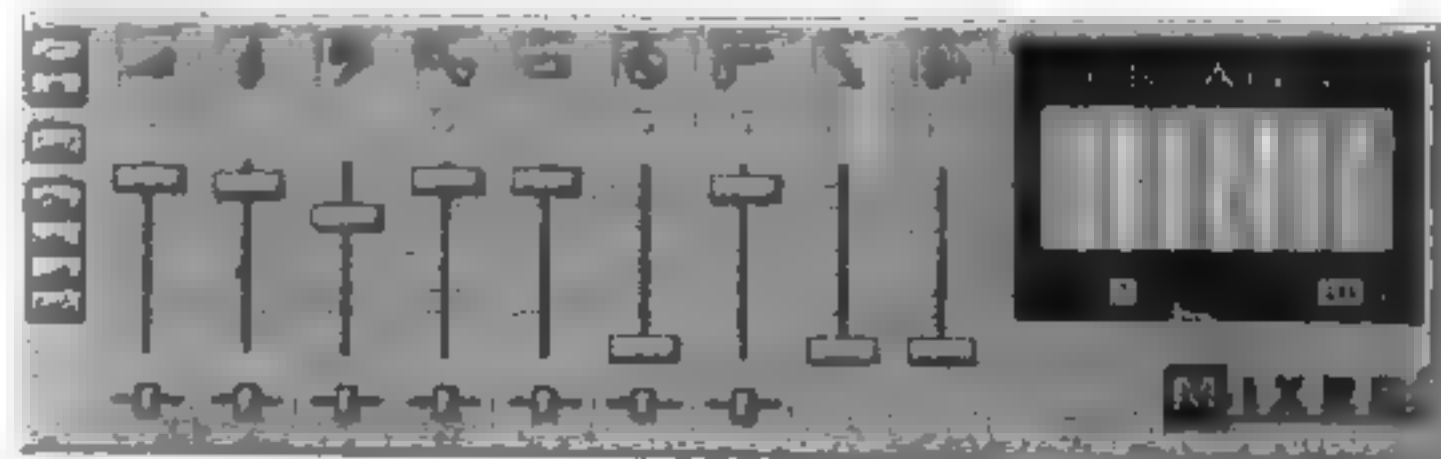

图4 通过 Creative 的 Mixer 程序, 可任意设定录音音源, 并准确控制它们的音量大小。
4. 如需需要捕捉带伴音的数字视频, 那么请设置您的声卡或 Windows 95 提供的“调音台”。以 Creative SB AWE32 提供的调音台为例, 如图 4 所示。如音源来自 Line in (线路输入), 那么请把 Line in 的录/放音开关打开, 并将录/放音音量设置到适当位置。